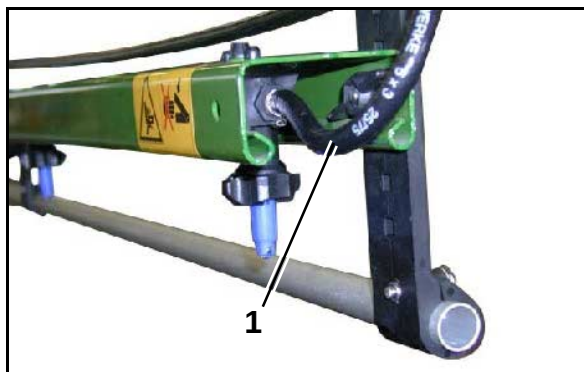

Fig. 166
- permite, estando conectado, una circulación permanente de líquido en la tubería de rociado. Para ello está asignada a cada ancho parcial una conexión de manguera de lavado (Fig. 166/1).
- una conexión para manguera de lavado (Fig. 166/1) por ancho parcial.